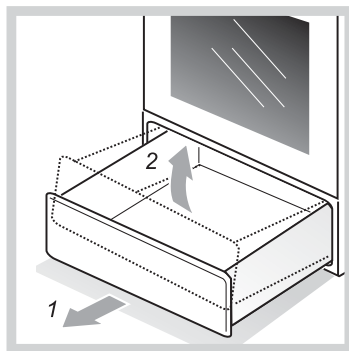

Рис.15
- Как достать ящик, показано на рис.15.